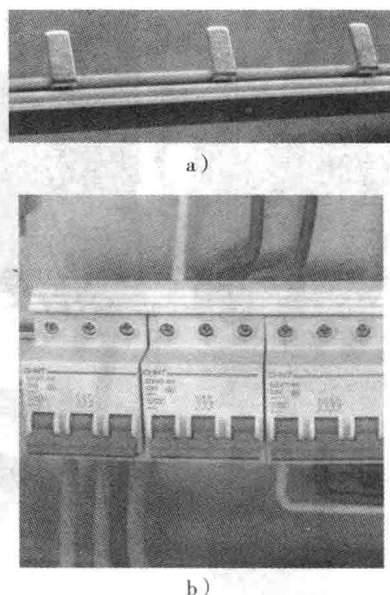

图 1-11 小型断路器通过汇流排安装
3) 多个小型低压断路器成排安装时, 可以使用汇流排将上端连接起来, 然后只需接三根相线即可, 这样不但美观, 还可以减小很多短接线, 如图 1-11 所示。有的读者可能要问了, 图 1-11b 中的 3 个断路器的电源进线是怎样并连起来的呢? 原来汇流排是由连接片和绝缘板组成, 连接片将同一相连接起来, 绝缘板又将三相间绝缘开来, 两者有机的结合, 即起到很多短接线才能起到的作用。